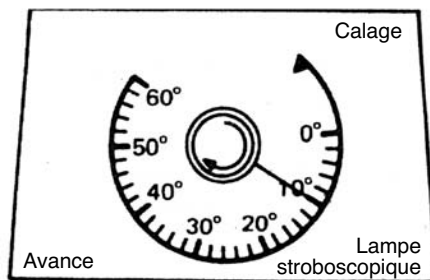

Figure 3
6. Faites démarrer le moteur et laissez-le marcher au ralenti normal. Dirigez la lampe stroboscopique vers le repère de calage (Figure 3).
3. Prenez note de la lecture de l'échelle d'avance (Figure 3).